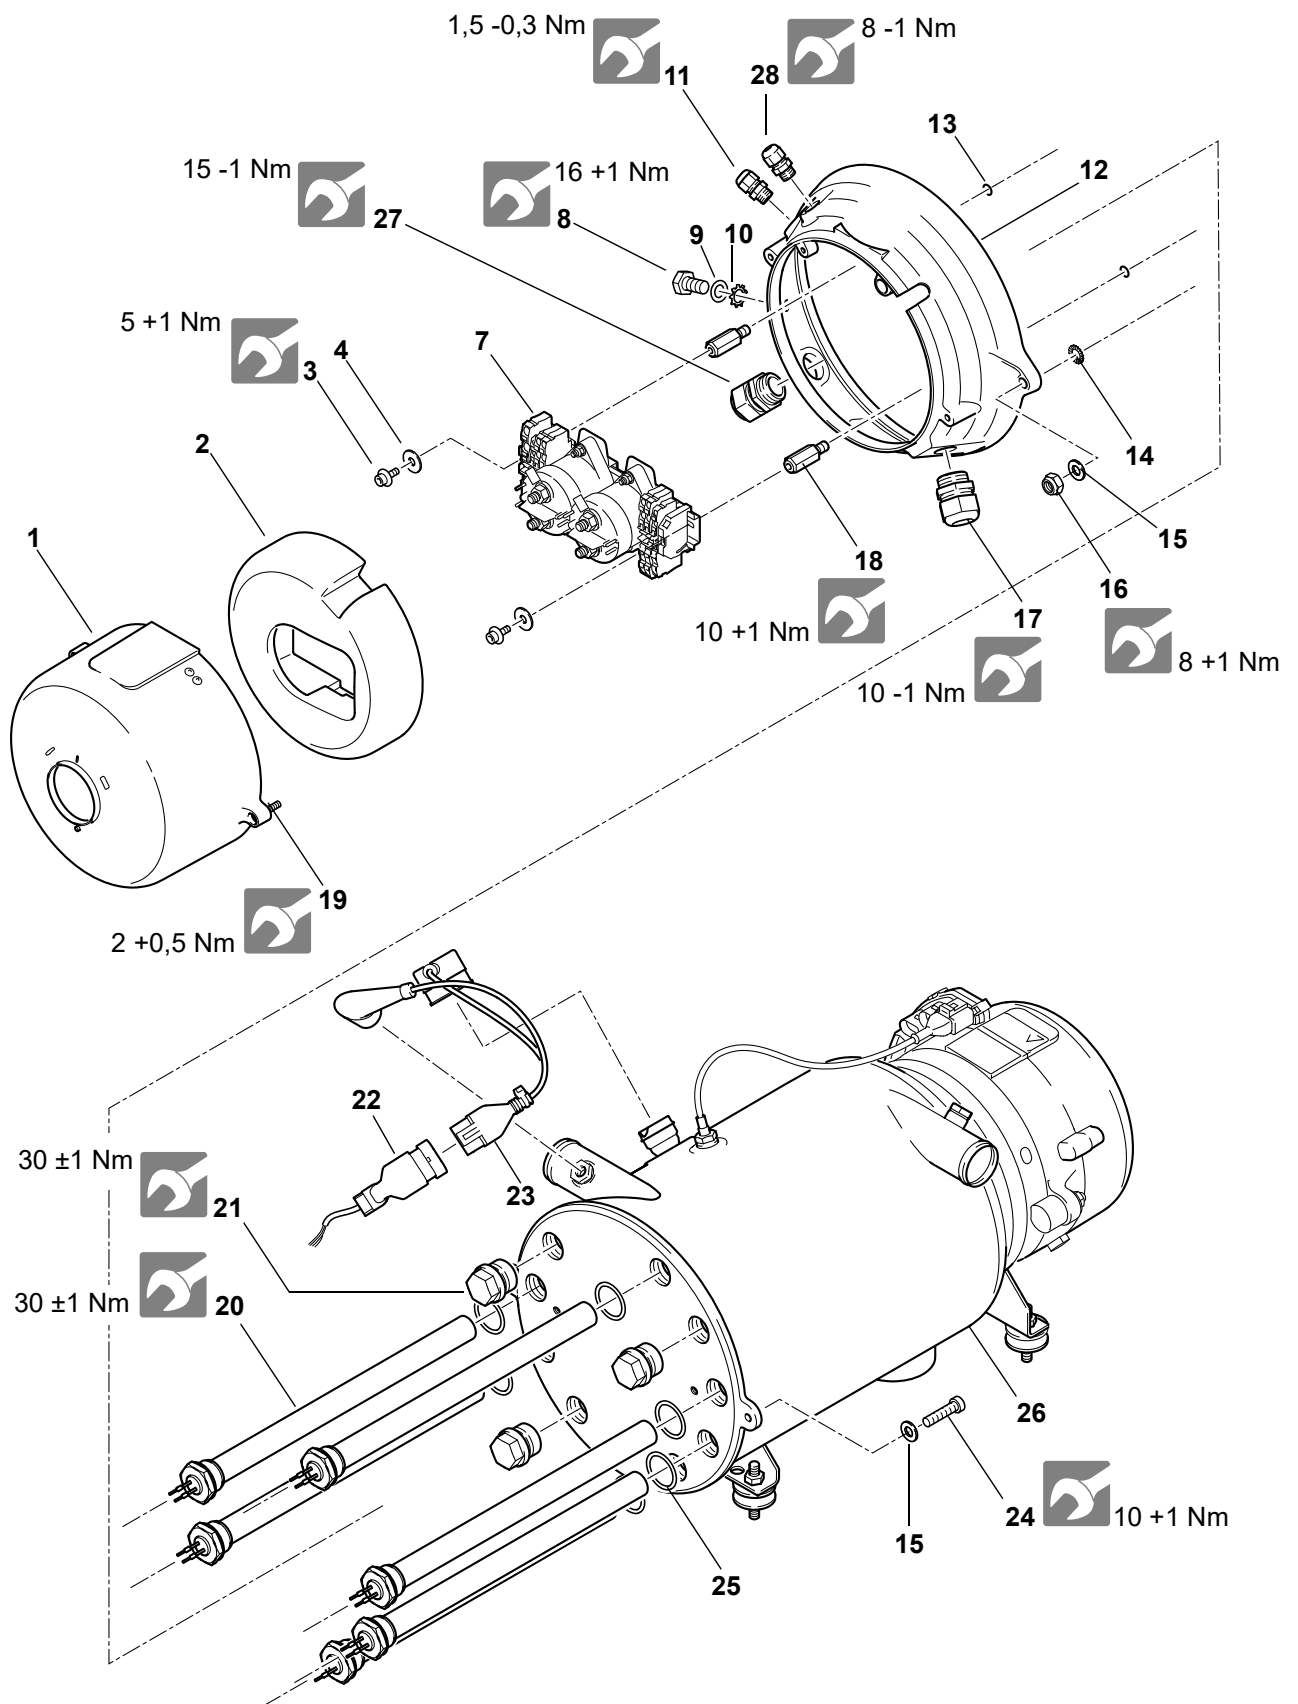
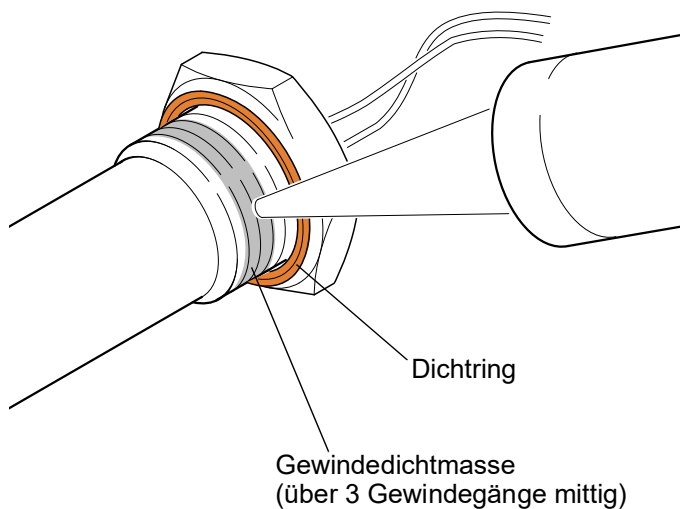

Abb. 805 HV-Steuerkopf - Aus- und Einbau von Komponenten
Abb. 806
2. Schrauben (19, Abb. 805) lösen.
1. Stabilisator (2, Abb. 805) auf den Kleinverteiler (7) aufstecken.
2. Haube (1) ansetzen, Schrauben (19) eindrehen und anziehen.
3. Zuleitungen durch Lösen der entsprechenden Anschlüsse vom Kleinverteiler (7, Abb. 805) trennen.
1. Gehäuse über den Kleinverteiler in Anbauposition bringen und anschließend mit Schrauben (24, Abb. 805), Scheiben (15), Zahnscheiben (14) und Muttern (16) befestigen.
2. Erdungsschraube (8) mit Scheibe (9) Zahnscheibe (10) und Fahrzeug Erdungskabelschuh in das Gehäuse (12) eindrehen und wie vorgegeben anziehen.
3. Ggf. Anschlussstück der Temperatursensorik (22) am Gehäuse (12) anbringen.
4. Stecker der Temperatursensorik (23) anstecken (auf Einrastgeräusch achten).
5. Zuleitungen an den entsprechenden Anschlüssen des Kleinvertailers (7) anschließen und Schrauben wie vorgegeben anziehen.
5. Schrauben (3, Abb. 805) und Scheiben (4) entfernen.
6. Kleinverteiler (7) abnehmen.
1. Kleinverteiler (7, Abb. 805) an den Stehbolzen (18) positionieren und mit Scheiben (4) und Schrauben befestigen.
4. Mit einem Schraubenschlüssel die Heizpatrone (20, Abb. 805) oder Verschlusschraube (21) lösen, herausschrauben und aus dem Wärmeübertrager entfernen. Dichtungsring (25) entsorgen.
3. Gewindedichtung entsprechend den Verarbeitungshinweisen des Herstellers auf das Gewinde, siehe Abb. 806, der Heizpatrone (20, Abb. 805) oder der Verschlusschraube (21) auftragen.
8. Kabelverschraubung (17, Abb. 805) lösen und mit dem entsprechenden Kabelbaum aus dem Gehäuse (12) schrauben.
1. Die einzelnen Adern des HV-DC-Kabelbaums in die entsprechende Durchführung (siehe Abb. 807) am Gehäuse (12, Abb. 805) einfädeln und die Kabelverschraubung (17) einschrauben und anziehen.
- 2 HV AC (DC)
6. Kabelverschraubung (27, Abb. 805) lösen und mit dem entsprechenden Kabelbaum aus dem Gehäuse (12) schrauben.
1. Die einzelnen Adern des HV-AC-Kabelbaums in die entsprechende Durchführung (siehe Abb. 807) am Gehäuse (12, Abb. 805) einfädeln und die Kabelverschraubung (27) einschrauben und anziehen.
8. Kabelverschraubung (11, Abb. 805) lösen und mit dem entsprechenden Kabelbaum aus dem Gehäuse (12) schrauben.
1. Die einzelnen Adern des NV-DC-Kabelbaums in die entsprechende Durchführung (siehe Abb. 807) am Gehäuse (12, Abb. 805) einfädeln und die Kabelverschraubung (11) einschrauben und anziehen.